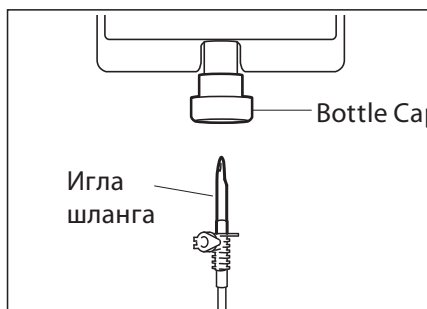

Рис. 9
- 2) Вставьте иглу в емкость с раствором. (Рис. 9)